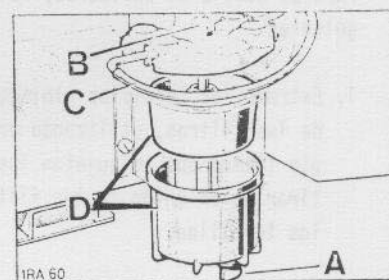

Fig. 86 - Recipiente decantador
B) El recipiente decantador está situado debajo del piso de la cabina, en el lado del pasajero, y fijado al larguero del bastidor (Fig. 86).
El recipiente decantador se desmontará y se limpiará en la forma que a continuación se detalla (Fig. 86).